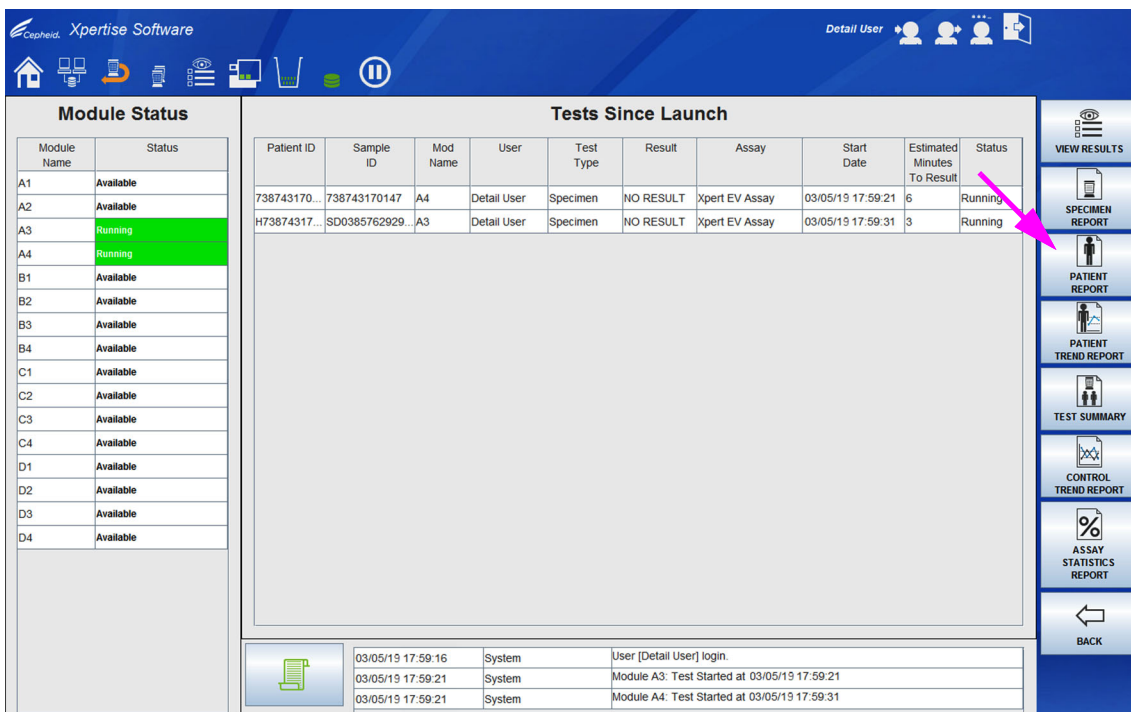
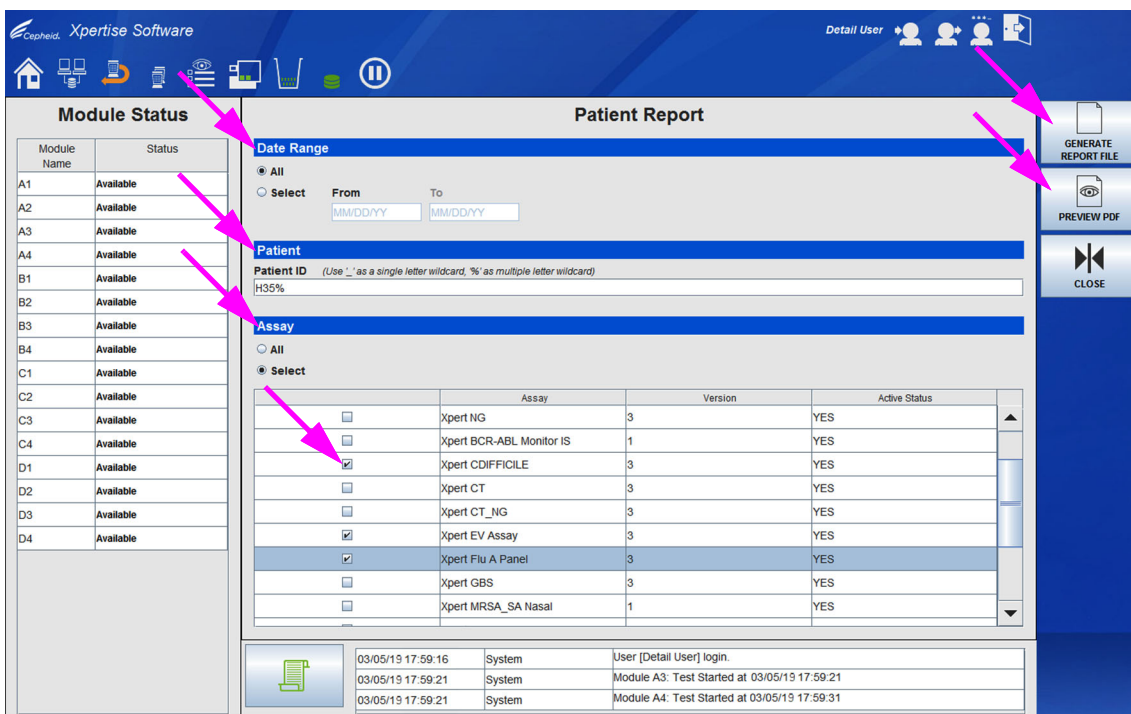
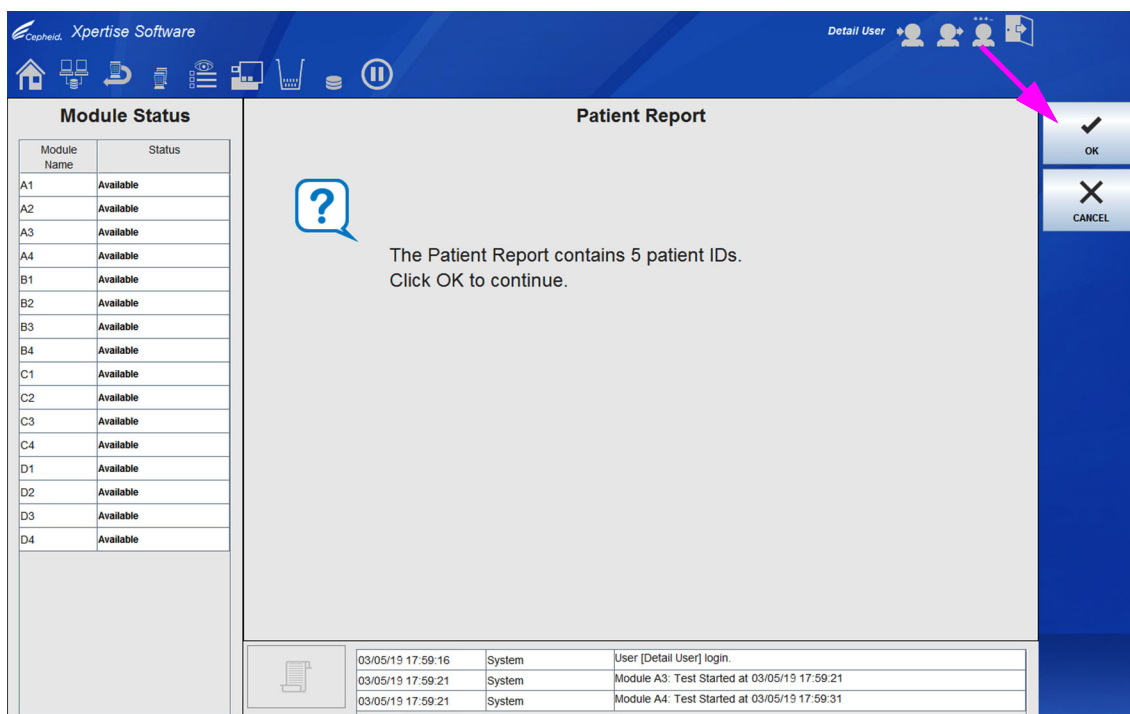
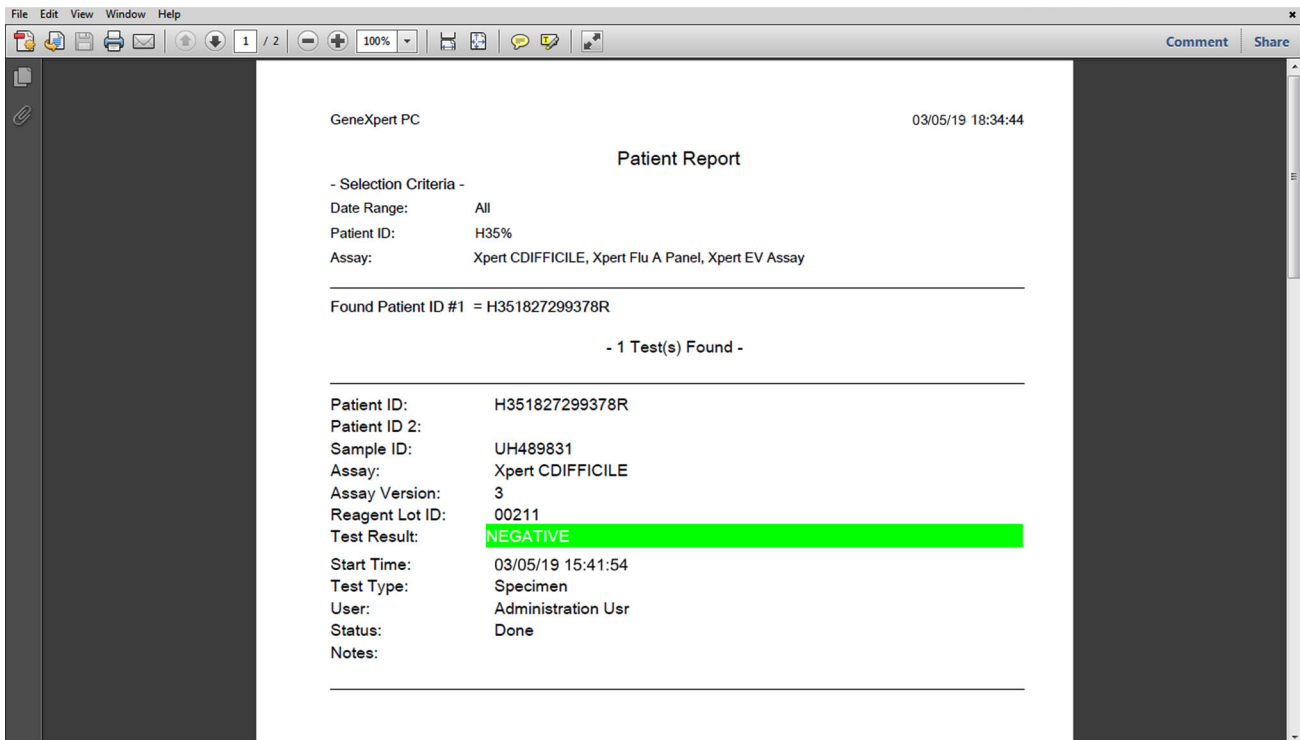

図 10-68. Xpert Software ホームページ、結果メニューを表示
図 10-69. 患者レポートワークスペース
図 10-70. 患者レポートワークスペース - 「確認」画面
図 10-72. Adobe Reader での患者レポートの例
1. Xpertise Software ホームワークスペースで、**結果 (RESULTS)** ボタンを選択します (図 10-60 を参照)。結果 (Results) メニューが表示されます。図 10-68 を参照。
2. 結果 (Results) メニューで、**患者レポート (PATIENT REPORT)** ボタンを選択します (図 10-68 を参照)。患者レポート (Patient Report) ワークスペースが表示されます。図 10-69 を参照。
このオプションを選ぶと、アッセイ表の**選択 (Select)** 列のチェックボックスは、リストされているアッセイに対して有効になります。図 10-69 を参照。
- **レポートファイルの作成 (GENERATE REPORT FILE)** - PDF ファイルを作成し、指定の場所にそれを保存します。患者レポート (Patient Report) ワークスペース (図 10-69 を参照) の**レポートファイルの作成 (GENERATE REPORT FILE)** ボタンを選択して、テストレポートの
PDF ファイルを作成します。患者レポート (Patient Report) ワークスペースには、選択基準に一致する患者 ID の数が表示されます (図 10-70 を参照)。OK ボタンを選択します。
- PDF のプレビュー (PREVIEW PDF)** - 患者レポート (Patient Report) ワークスペースで、**PDF のプレビュー (PREVIEW PDF)** ボタンを選択します (図 10-69 を参照)。患者レポート (Patient Report) ワークスペースには、選択基準に一致する患者 ID の数が表示されます (図 10-70 を参照)。OK ボタンを選択します。PDF ファイルが作成され、Adobe Reader ウィンドウに表示されます。図 10-72 を参照。Adobe Reader ソフトウェアからの PDF ファイルを保存および印刷することができます。